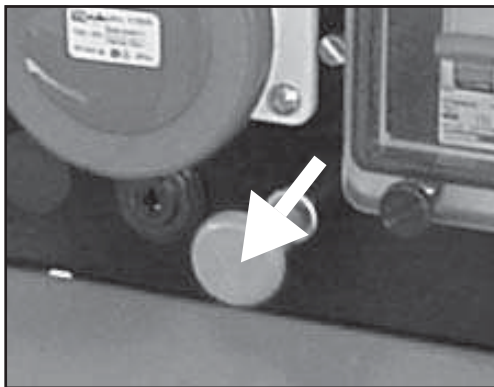

Fig. 8
3) Versjon motor Ruggerini: trekk i kontrollen som befinner seg på kontrollpanelet (se fig. 8); vent til motoren er helt slått av; still nøkkelen i posisjon "OFF" Fig.8